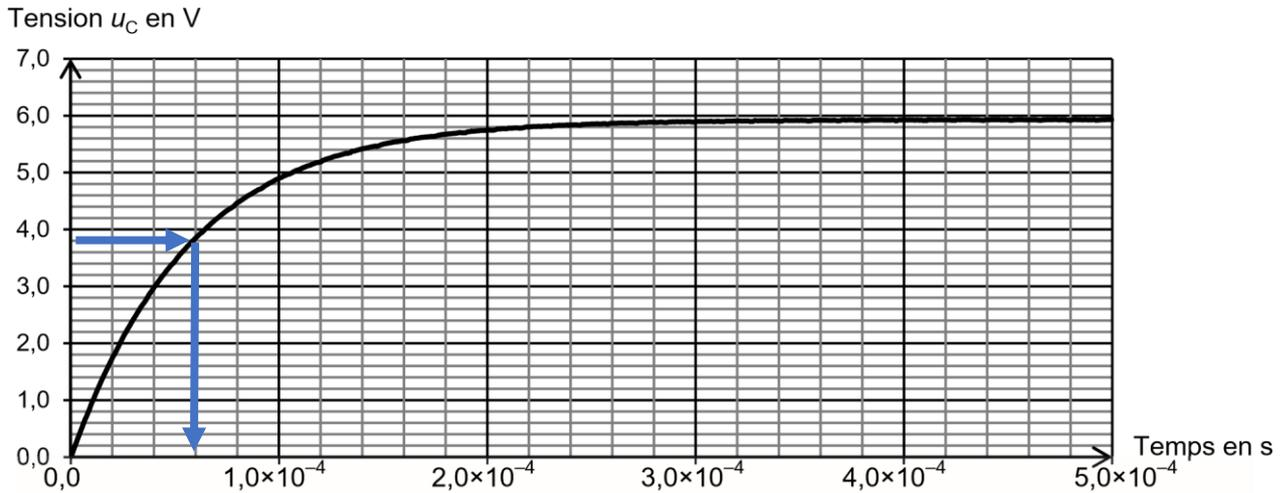

Figure 6. Courbe expérimentale représentant l'évolution de la tension u_C au cours du temps avec $R = 1,00 \times 10^4 \Omega$
2.3. (0,5 pt) Déterminer la valeur de la constante B et la valeur du temps caractéristique τ à l'aide de la figure 6 en expliquant la démarche suivie.
Sur la figure 6, on lit l'abscisse τ du point d'ordonnée $u_C = 0,63 \times 6,0 = 3,8 \text{ V}$.